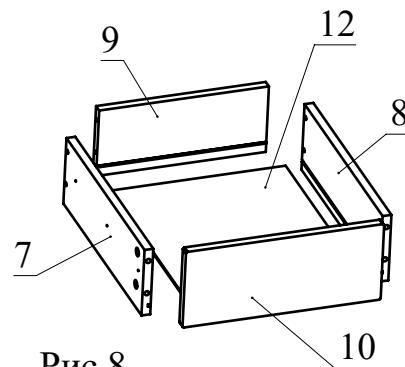

Рис.8
- Соберите ящик. Для этого соедините детали 6 и 7 с деталью 8 при помощи конфирматов. Вставьте дно ящика 10 из ДВП в пазы деталей 6, 7, 8. Соедините фасад ящика с полученной конструкцией и затяните головки минификсов (Рис. 8).